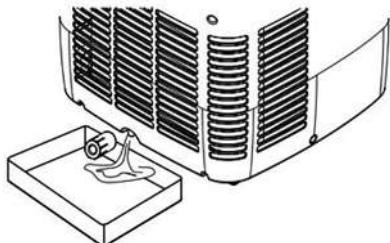

Fig. 1
- Antes da arrumação, certifique-se de que retira a tampa de borracha da parte inferior do orifício de drenagem (#10) e deixe a água escorrer para um recipiente. (fig. 1) Coloque o aparelho no modo de ventilador durante apenas algumas horas para secar qualquer humidade nas bobinas, de forma a evitar a formação de bolor.